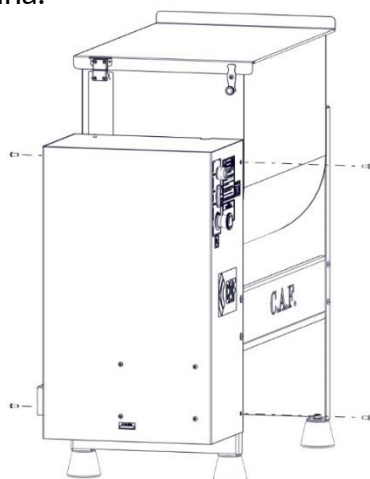

FIG. 9
- Retire os parafusos da caixa de engrenagem (FIG. 9) e puxe-a para ter acesso ao conjunto de comandos elétricos da máquina.